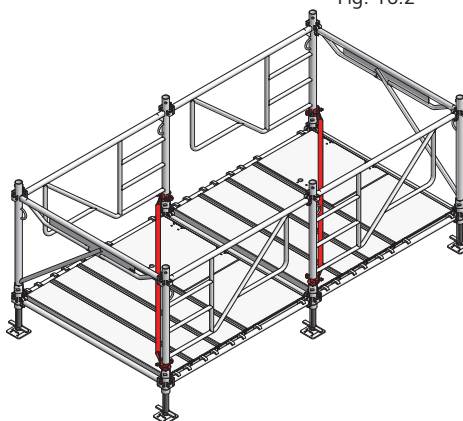

Fig. 16.3
- Insérer les cadres 100 MT sur les vérins de pied restants, de l'intérieur avec un angle de 45°, puis les faire pivoter vers l'extérieur pour arriver en butée (Fig. 16.3).
diagonale horizontale MT entre deux cadres 100 MT (Fig. 16.3).